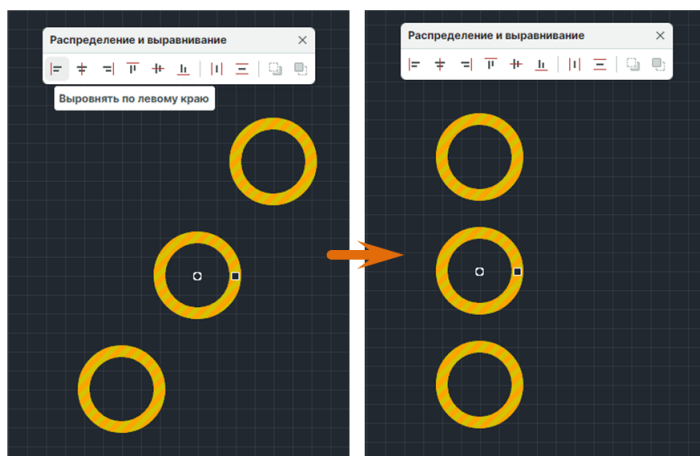

Рис. 562 Выравнивание по левому краю
2. На панели «Распределение и выравнивание» выберите инструмент «Выровнять по левому краю», который обозначен иконкой , см. Рис. 562.